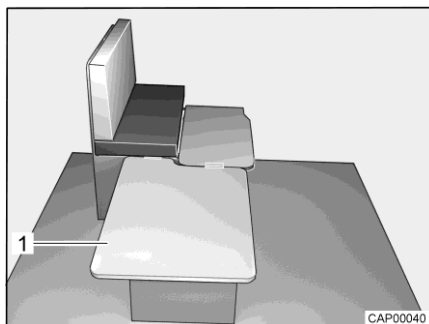

Bild 62 Under ombyggnaden
- Häng på stödplatta (Bild 62,1) sidledes på sittbänken och lägg på bordet.